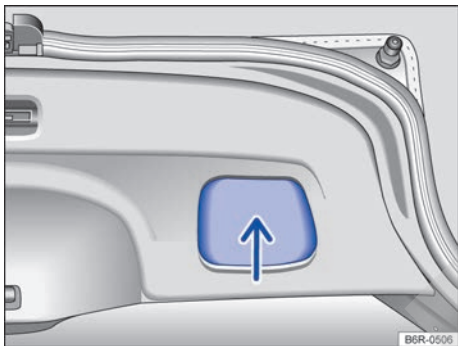

Fig. 60 Tapa trasera abierta: cavidad para tirar.
- Introduzca la mano en la cavidad del guarnecido interior de la tapa trasera → **fig. 60** (flecha).